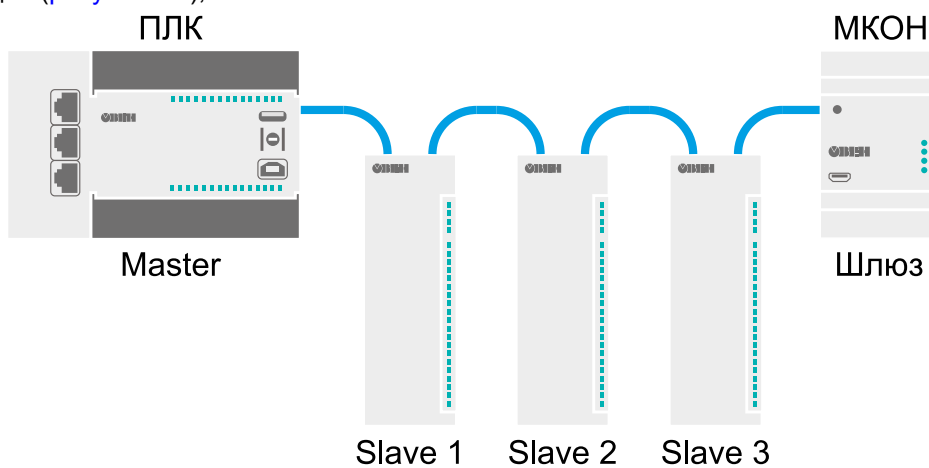

Рисунок 5.4 – Подключение по схеме «Цепочка»
- «Цепочка»/«Daisy-chain» (рисунок 5.4).